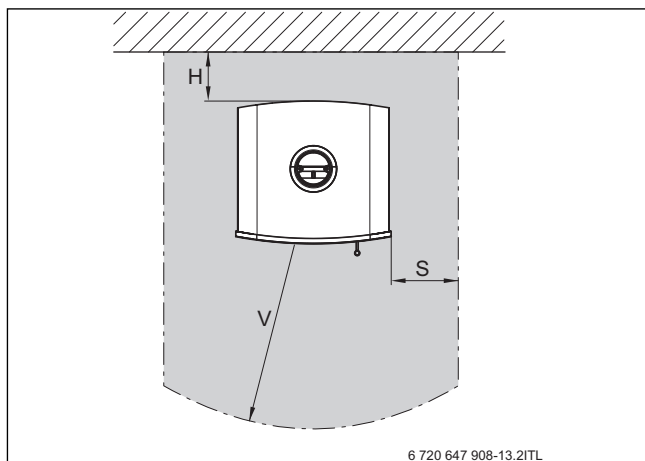

Bild 4 Sicherheitsabstände (Maße in mm)
- Sicherheitsabstände einhalten (→ Bild 4, Tab. 4, Seite 11).